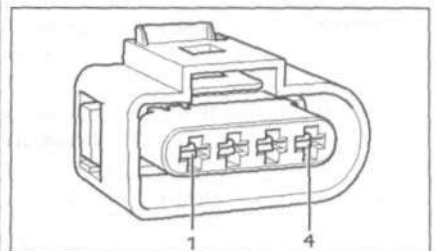

Рис. 4.49. Проверьте провод между контактом 2 четырехконтактного разъема проводки и опорой реле на разрыв цепи.
7. Проверьте провод между контактом 2 четырехконтактного разъема проводки и опорой реле на разрыв цепи (рис. 4.49). **Спецификационное сопротивление:** 1.5 Ом.